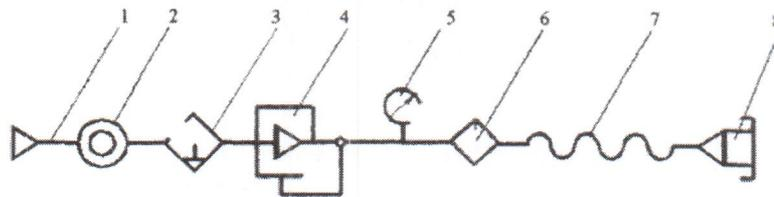

Рис. 1 - Схема системы подвода сжатого воздуха к пневмоинструменту
3. Сжатый воздух, подаваемый в молоток, должен быть подготовлен с помощью аппаратуры, состоящей из фильтра-влагодетелителя, регулятора давления и лубрикатора (рис. 1).